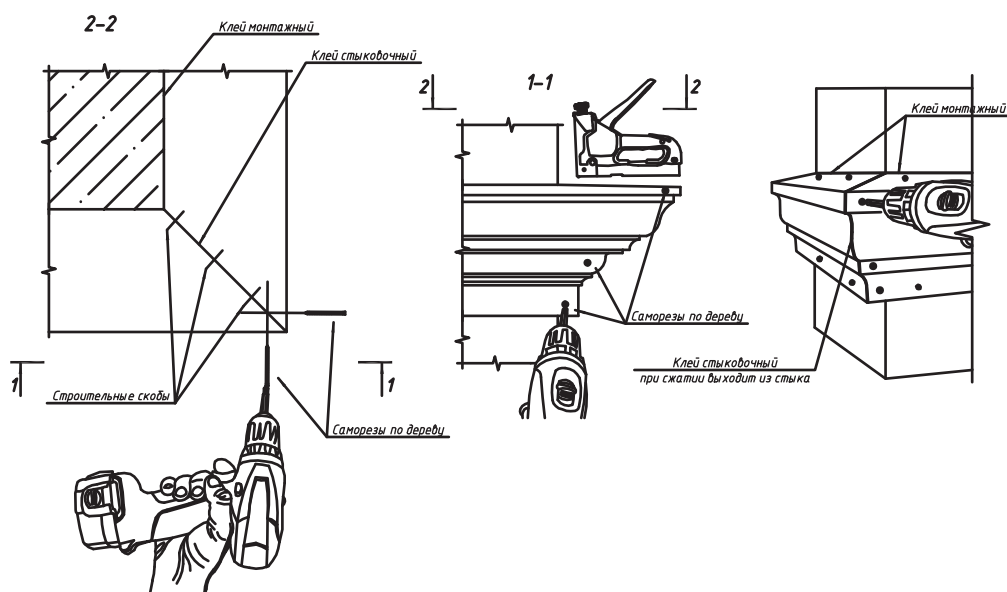

Рис. 3-4
**3.2.1** Запилите изделия под необходимым углом, под углом 45° – для прямых углов. Используйте стусло, распиловочный ящик, дисковую торцевую пилу или самостоятельно выполните разметку на изделии с использованием лазерного уровня. Состыкуйте изделия на углу здания, на уровне отметок (рис. 3-4).